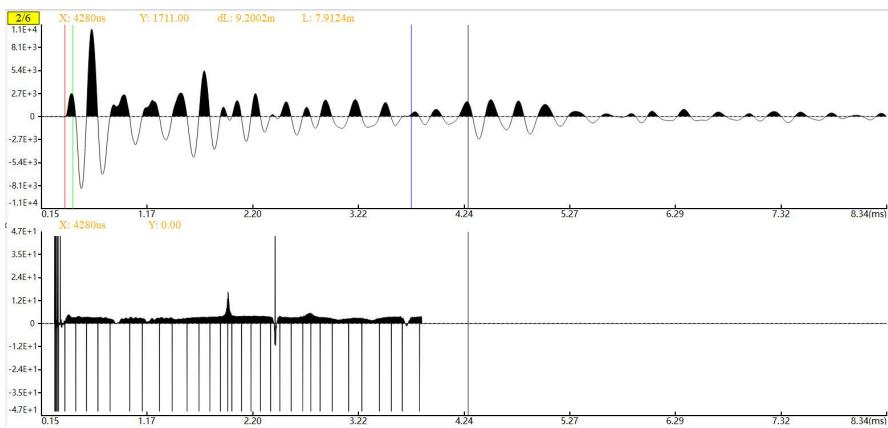

图 4-16 异常提取
- 异常提取：对需分析的波形进行异常提取操作，并显示在分析视图的第二块区域，变化如图 4-16 所示，点击异常提取之后观察下方的波形，从时域来分析该波形的变化和直观的观察它的突变点可以分析判断缺陷大致位置，快捷键为 **(W)**。